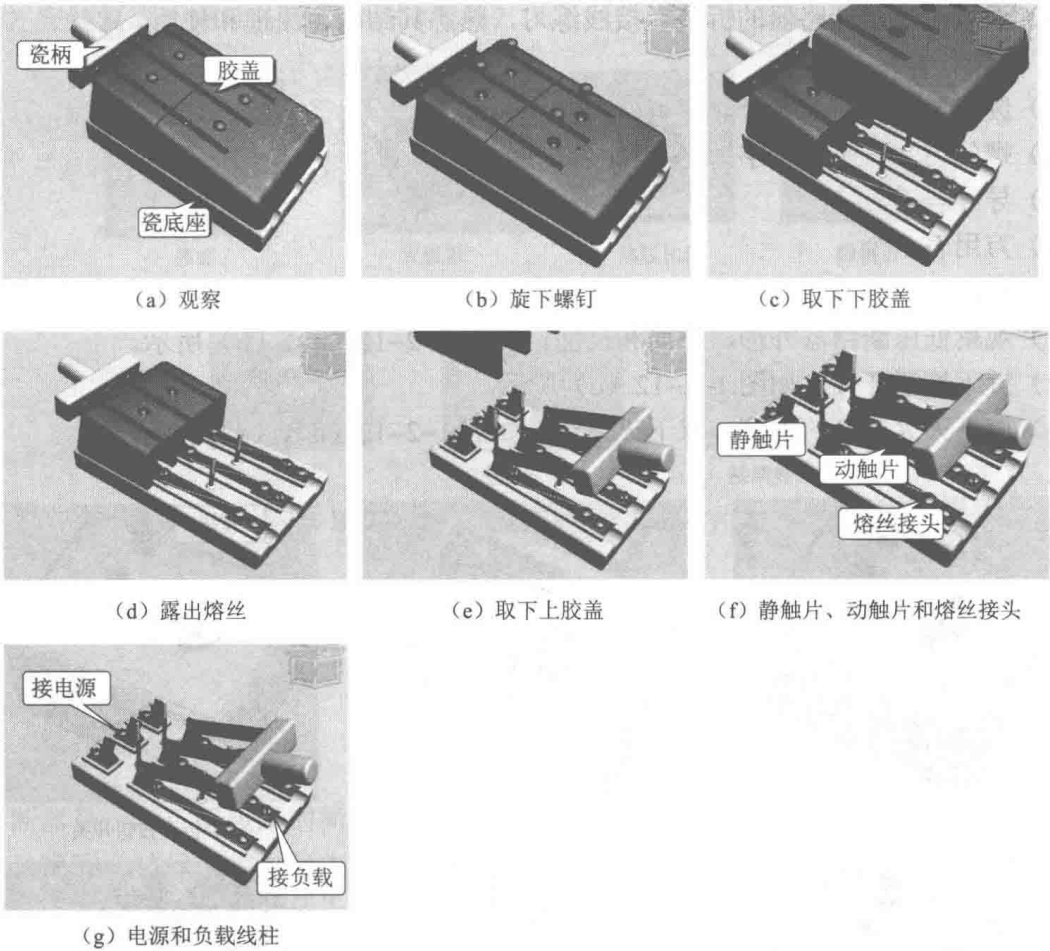

图 1-2-10 开启式负荷开关的拆装
- (1) 开启式负荷开关的拆装如图 1-2-10 所示。
- ① 观察开关的瓷柄、胶盖、瓷底座部分。
- ② 旋下胶盖上的螺钉。
- ③ 取下下端胶盖。
- ④ 观察露出的熔丝及接线端。
- ⑤ 取下上端胶盖。
- ⑥ 观察开关的静触片、动触片和熔丝接头。
- ⑦ 观察接电源和接负载端线柱。
- ⑧ 安装复原开关各部。
- ⑨ 进行更换熔丝连线练习。
- (2) 观察封闭式负荷开关。